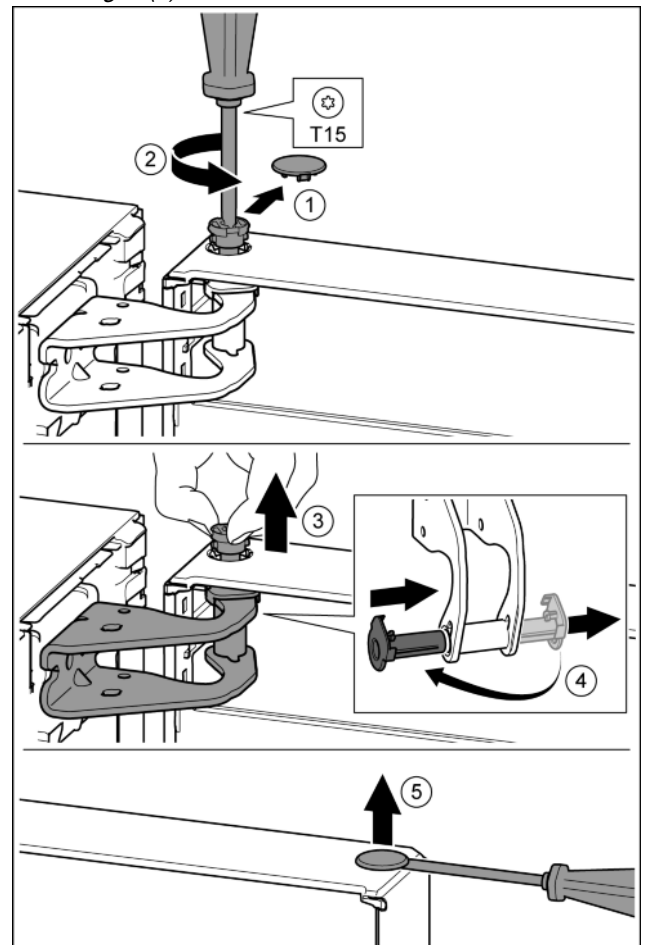

Fig. 10
- ▶ Facendo attenzione, togliere la copertura di sicurezza. *Fig. 10 (1)*
- ▶ Con un cacciavite T15 svitare leggermente il perno. *Fig. 10 (2)*
- ▶ Trattenere la porta ed estrarre il perno con le dita. *Fig. 10 (3)*
- ▶ Estrarre la boccia del supporto dalla guida. Inserire dall'altro lato e innestare a scatto. *Fig. 10 (4)*
- ▶ Con un cacciavite sollevare con attenzione i tappi dalla boccia del supporto porta ed estrarli. *Fig. 10 (5)*